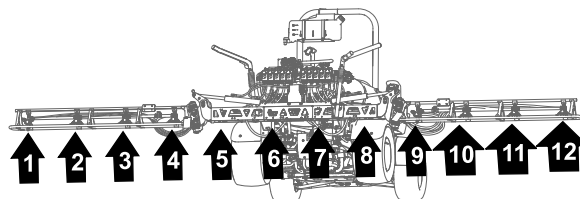

Figura 129
1. Passe os tubos para os bicos do pulverizador 1, 2, 3 e 4 através do grampo em R na extremidade do lado exterior esquerdo da secção de pulverização central (Figura 129 e Figura 130).
2. Passe os tubos para os bicos do pulverizador 7, 8, 9 e 10 através do grampo em R na extremidade do lado exterior direito da secção de pulverização central (Figura 129 e Figura 130).
1 e 10, como se mostra na Figura 129 e Figura 130.
4. Passe os tubos de alimentação com 234 cm e as hastes do tubo estriado ($\frac{3}{4}$ pol.) pela secção de pulverização para os bicos do pulverizador 2 e 9, ao longo da secção de pulverização, como se mostra na Figura 129 e Figura 130.
5. Passe os tubos de alimentação com 188 cm e as hastes do tubo estriado ($\frac{3}{4}$ pol.) pela secção de pulverização para os bicos do pulverizador 3 e 8, como se mostra na Figura 129 e Figura 130.
6. Passe os tubos de alimentação com 188 cm e as hastes do tubo estriado ($\frac{3}{4}$ pol.) pela secção de pulverização para os bicos do pulverizador 4 e 7, como se mostra na Figura 129 e Figura 130.